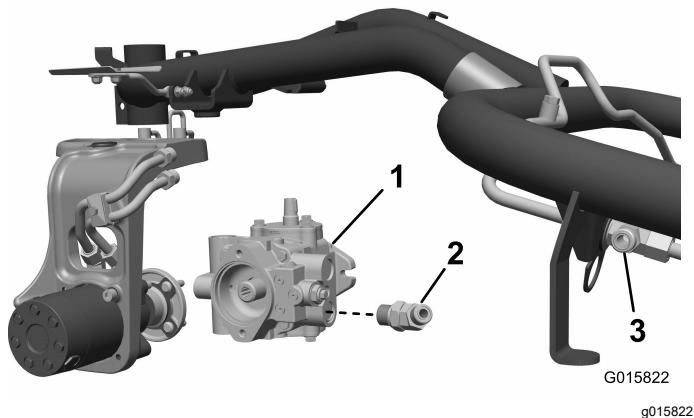

Figura 9
1. Desconecte la mangüera inferior de la bomba hidráulica de la bomba y del acoplamiento en T superior de los motores delanteros. Deseche esta mangüera (Figura 9).
Deje el acoplamiento sin apretar, orientado hacia arriba y hacia fuera (Figura 9).